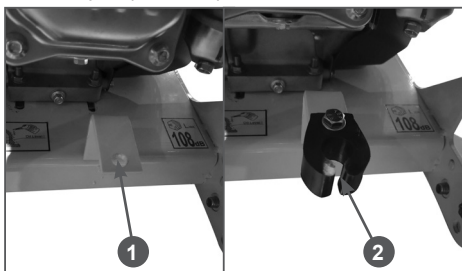

Рис. 15 Установка зажима крепления тележки
- Установите зажим 2 для крепления тележки в транспортировочном положении на кронштейн 1 (Рис. 15). Совместите отверстия в кронштейне 1 и резиновом зажиме 2, вставьте в полученное отверстие болт 3 и закрутите гайку 4 (Рис. 15).